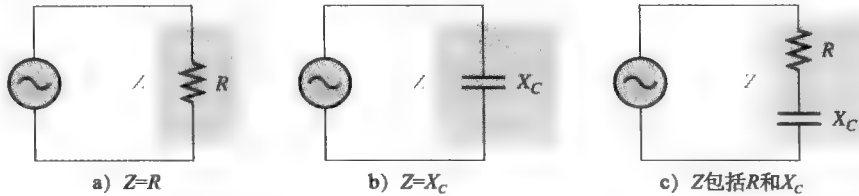

图 10-2 阻抗的三种情况
纯电阻电路中，阻抗简单地等于总电阻；纯电容电路中，阻抗为总电容电抗；而 RC 串联电路的阻抗则由电阻 (R) 和电容电抗 (X_C) 共同确定，三种情况如图 10-2 所示。阻抗的大小用符号 Z 表示。